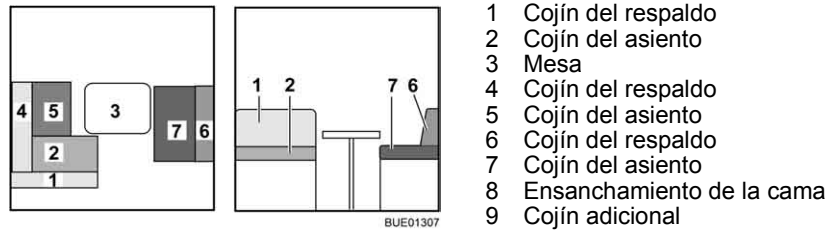

Fig. 158 Antes de la transformación
- Transformar la mesa (Fig. 158,3) en base de cama (véase apartado 6.11).
- Quitar el cojín del respaldo (Fig. 158,1) y ponerlo a un lado.